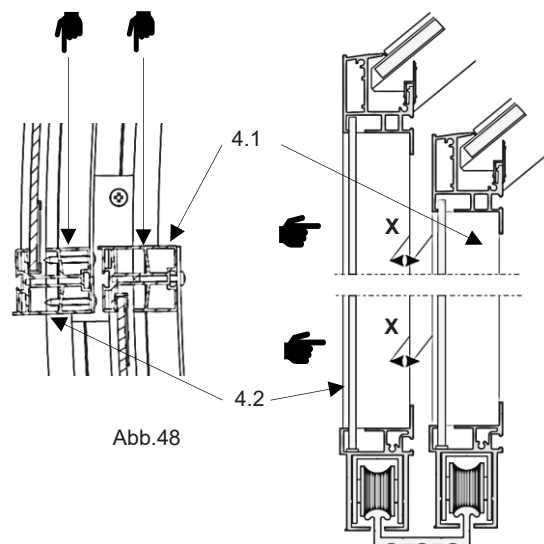

Abb.49
- der Abstand zwischen den inneren (4.1) und äußeren Randsprossen (4.2) sollte **X** ca. 9mm betragen. (Abb.49)